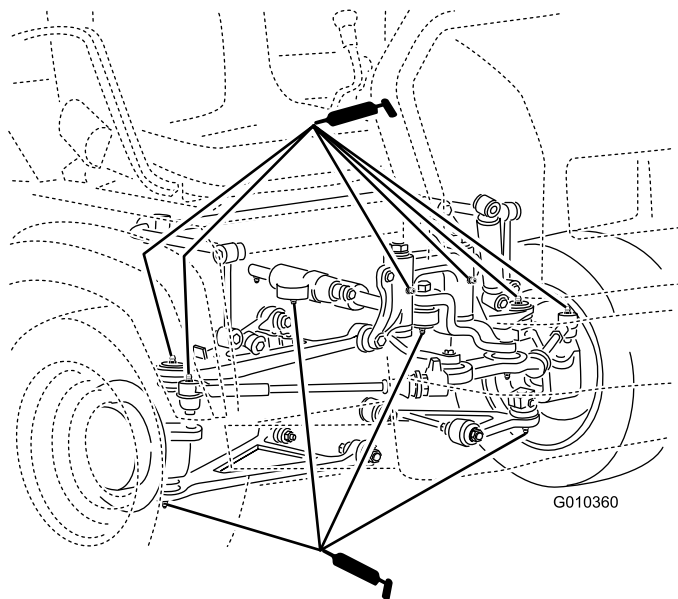

Figure 28
- **Rotules (4);** voir Figure 28
- **Biellettes de direction (2);** voir Figure 28
- **Supports de pivot (2);** voir Figure 28
- **Vérin de direction (2);** voir Figure 28